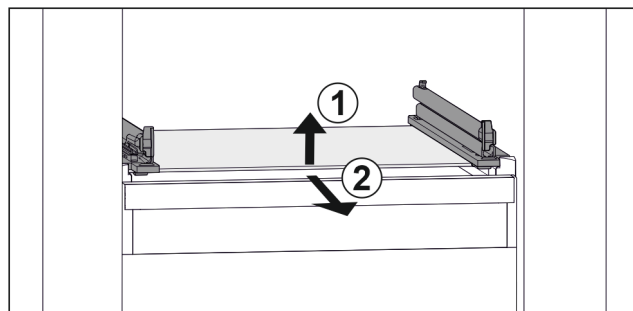

Fig. 110 Exemple de représentation de la tablette en verre
- Soulever la tablette en verre par l'avant. Fig. 110 (1)
- Retirer la tablette en verre par l'avant. Fig. 110 (2)